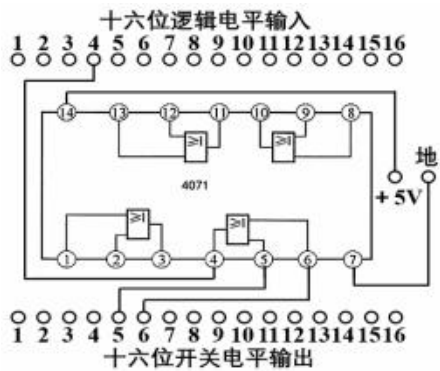
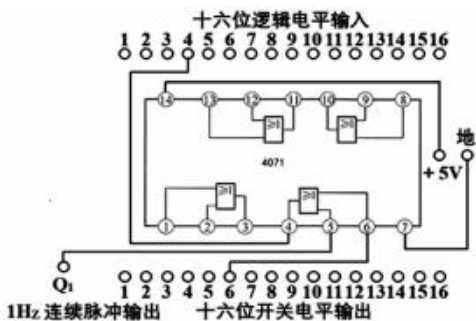

图 8 验证或门电路逻辑功能实验电路一
图 9 验证或门电路逻辑功能实验电路二
⑩关断交流电源开关和直流稳压电源的 5V 电源开关,拔下 CD4081 集成块。
把 CD4081 集成块换成 CD4071 集成块,再把连续脉冲输出的 Q_1 孔的插头拔出改插到十六位开关电平输出中的第 5 孔中,然后重复第一个实验的④~⑩步操作,即可完成或门电路逻辑功能的验证。电路见图 8 和图 9,实验结果填入表 3 和表 4。